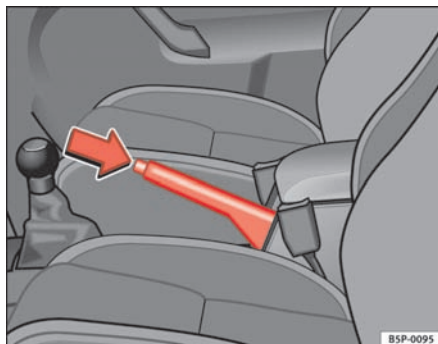

Fig. 146 Håndbremse mellem forsæderne
- Træk håndbremsen helt op ⇒ fig. 146.
- Træk håndbremsen et stykke opad, tryk låseknappen i pilens retning ⇒ fig. 146, og før håndbremsen helt ned ⇒